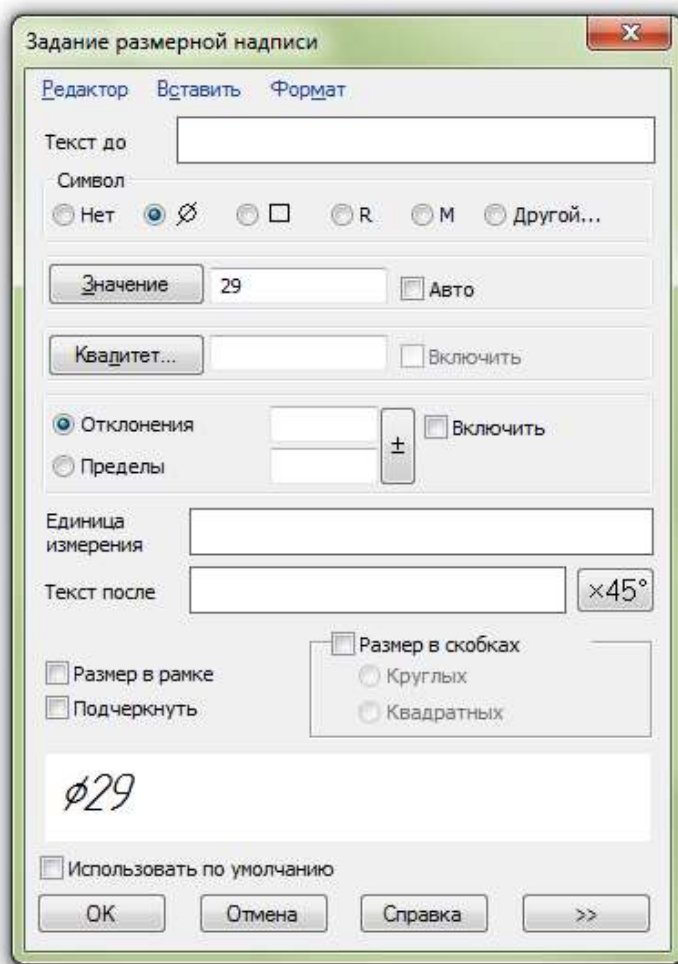

Рис. 18.13
- Установите линейный размер **29**, при этом до установки второй точки, щелкните в поле текст. В появившемся диалоговом окне поставьте маркер в поле символ  $\emptyset$  (рис. 18.13). Нажмите **OK** и установите вторую точку.